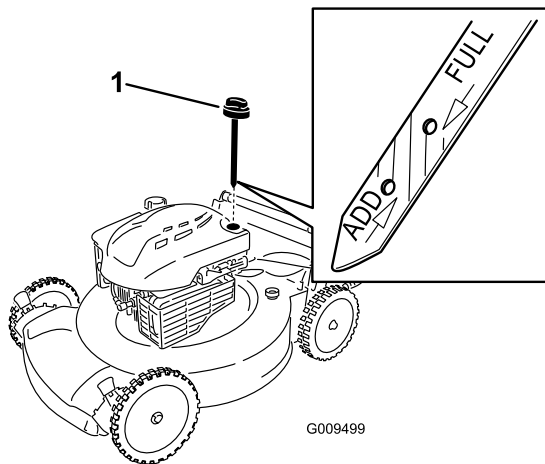

Figura 8
1. Retire la varilla, límpiela, y vuelva a colocarla (Figura 8).
2. Retire la varilla y compruebe el nivel de aceite (Figura 8). Si el nivel de aceite está por debajo de la marca "Add" de la varilla, vierta **lentamente** aceite en el tubo de llenado hasta que el nivel llegue a la marca "Full" de la varilla. **No llene demasiado.** (Capacidad máxima: 0,59 l (20 onzas), tipo: SAE 30, aceite detergente con clasificación de servicio API SF, SG, SH, SJ, SL o superior.)